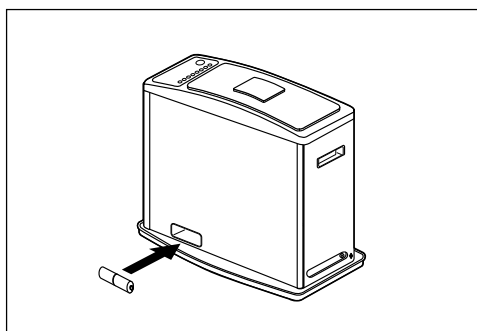

Fig. 12
Suivez attentivement ces instructions sur l'entreposage de votre chaufferette pour vous assurer qu'elle fonctionnera de façon efficace et sécuritaire durant la prochaine période d'utilisation régulière (fig.12 et 13).
- Enlevez les piles (fig.12) du compartiment de pile avant d'entreposer la chaufferette pour éviter qu'elles coulent et qu'elles endommagent l'appareil enlevez les cinq vis qui retiennent le boîtier et enlevez le boîtier et l'assemblage de la grille. Enlevez le brûleur. Enlevez le dispositif de réglage de la mèche du réservoir de carburant. Asséchez entièrement l'intérieur du réservoir. À l'aide d'un tournevis ou d'une brosse, enlevez tout carbone, goudron ou suie pouvant s'être accumulé sur le dispositif de réglage de la mèche, le guide de la mèche ou le brûleur.